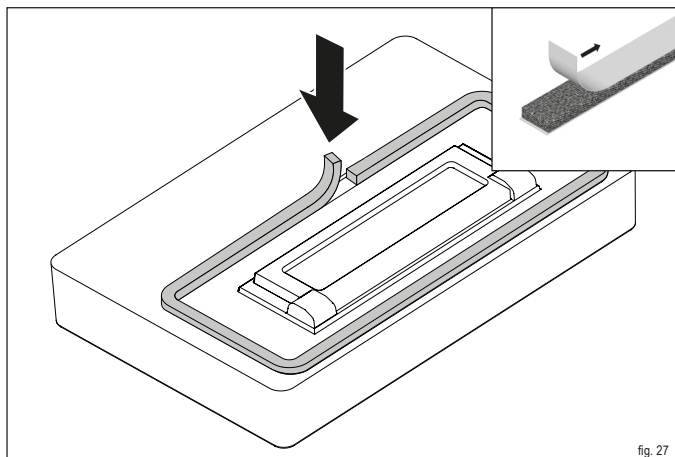

fig. 27
- ▶ Incollare uniformemente la nuova guarnizione nella guida (fig. 27).